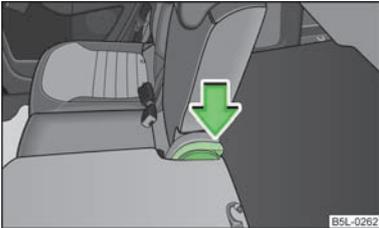

Abb. 53
- › Den Hebel » Abb. 53 drücken und die Sitzlehne zurückklappen. Durch Ziehen sicherstellen, dass die Sitzlehne eingerastet ist.